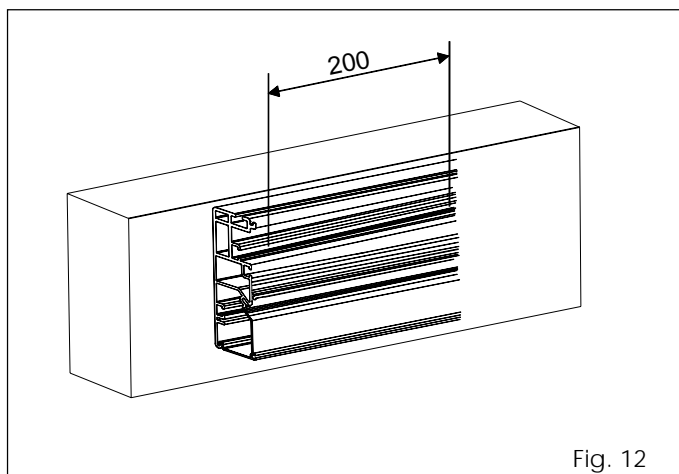
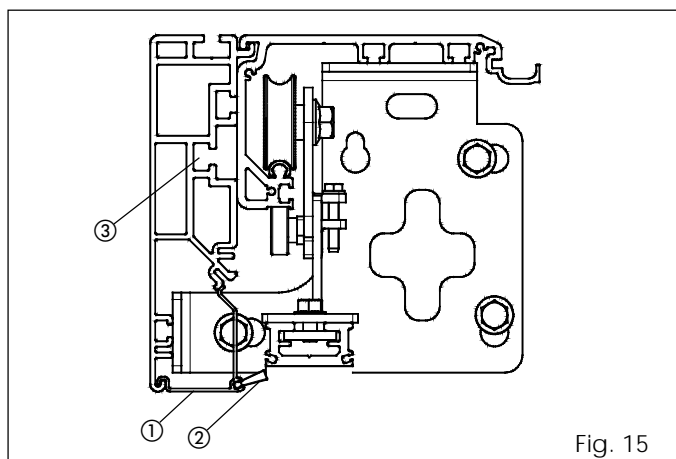

Fig. 12
Fig. 15
- Réaliser une série de trous sur le profilé autoporteur à l'endroit indiqué dans la fig. 15 réf. ③ en les espaçant d'environ 20 cm (fig. 12).
Réaliser une fixation centrale en soulevant avec force la poutre pour aligner les trois points de fixation. Réaliser ensuite les fixations restantes (fig. 12).
La poutre d'automatisme avec le profilé autoporteur peut être fixée aux deux extrémités en utilisant l'accessoire brides latérales (fig. 15).
Si on utilise le profilé de fermeture pour automatisme autoporteur, l'assembler d'après la fig. 15 réf. ①.
ATTENTION: monter la brosse (accessoire fig. 15 réf. ②) dans le profilé de fermeture avant le montage.
- Monter les côtés d'après la fig. 15.